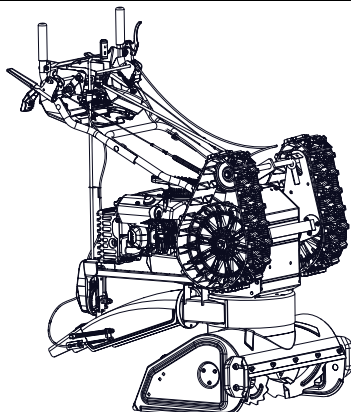

Figura 12
Vedere Figura 12.
1. Portare l'unità nella posizione di manutenzione (vedere la Figura 12).